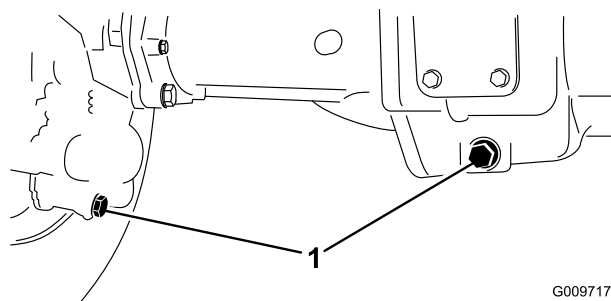

Figura 70
2. Limpe a zona em redor dos (3) tampões de escoamento, (1) em cada extremidade e (1) no centro (Figura 70).